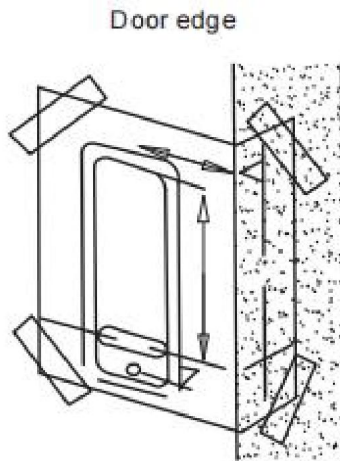

Fig.2
- 1) Die Schablone (Produktschablone Modell 209) richtig positionieren und anbringen die Oberfläche der Innentür Erforderliche Höhe über dem Boden. Stellen Sie sicher, dass die relevante, markierte, Türkantenausrichtungsschablone sollte richtig ausgerichtet sein mit der eigentlichen Türkante. (siehe Bild 2)